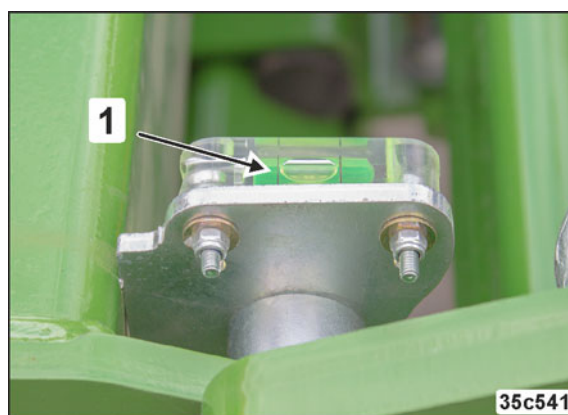

Рис. 160
2. Отрегулируйте нижнюю тягу трактора так, чтобы горизонтальный уровень (Рис. 160/1) на раме сошника располагался горизонтально.